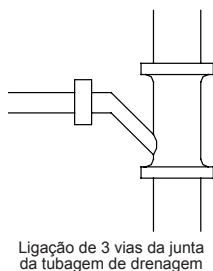

Fig. 24
- No.1: Prenda a ligação de 3 vias da junta da tubagem de drenagem, como mostrado na Fig. 24.